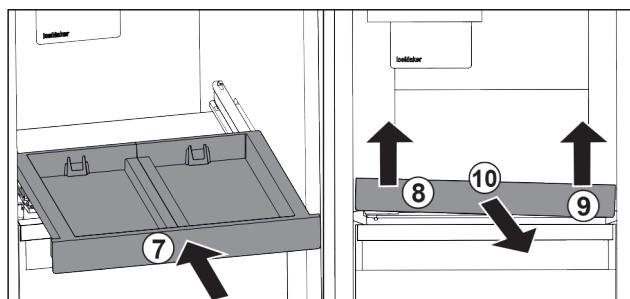

Fig. 102
- Inserire il ripiano estraibile. Fig. 102 (7)
- Sollevare il ripiano estraibile dalla parte anteriore a sinistra. Fig. 102 (8)
- Sollevare il ripiano estraibile dalla parte anteriore a destra. Fig. 102 (9)
- Rimuovere il ripiano estraibile tirandolo in avanti. Fig. 102 (10)